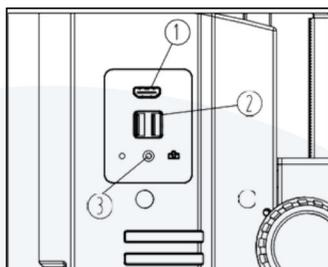

Fig.10
- Lorsque l'indicateur devient vert, cela signifie que la caméra fonctionne. (Voir Fig.10)
- Interface de câble HDMI (1), connectez le câble HDMI pour émettre le signal d'image haute définition
- Port USB (2), connectez le câble USB à des périphériques tels que la souris et le disque
- Bouton USB de la caméra (3), lorsque la caméra fonctionne, appuyez une fois pour prendre une photo